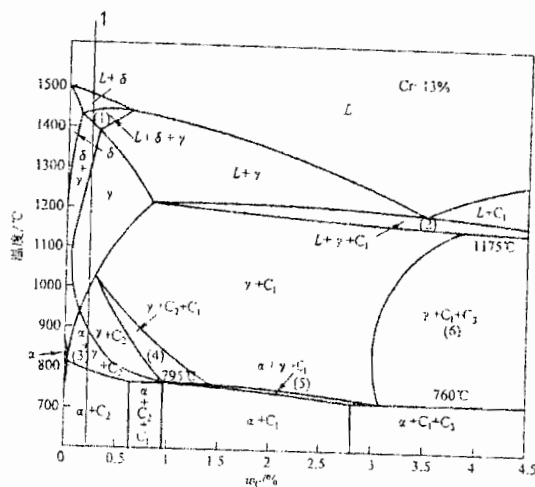

图 2
- 对如图 2 所示 Fe-Cr-C 三元相图的变温截面，写出图中合金 1 (Fe-13Cr-0.2%C) 的平衡结晶过程，比较其室温组织与 Fe-0.2%C 室温组织的区别。